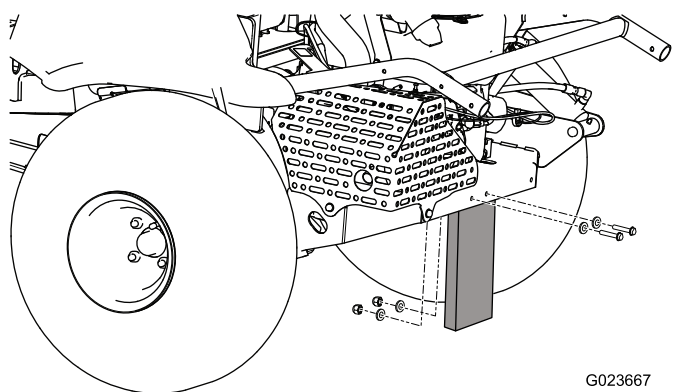

Рисунок 3
1. Удалите гайки, болты и шайбы, которые крепят транспортировочный кожух к задней части машины (**Рисунок 3**).